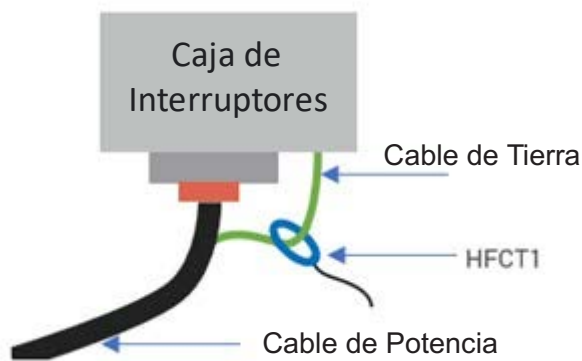

Figura 3
1. Monitoreo sólo el cable de tierra (Figura 3), éste es el método de conexión preferido.